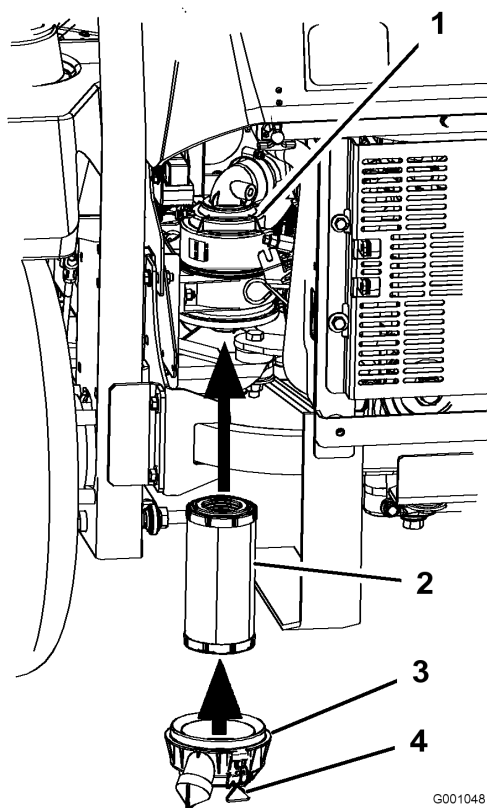

Figura 32
2. Introduzca el filtro con cuidado en la carcasa del limpiador de aire (Figura 32). Asegúrese de que está bien asentado empujando sobre el borde exterior del filtro mientras lo instala.
3. Instale la tapa del limpiador de aire y fije los cierres (Figura 32).